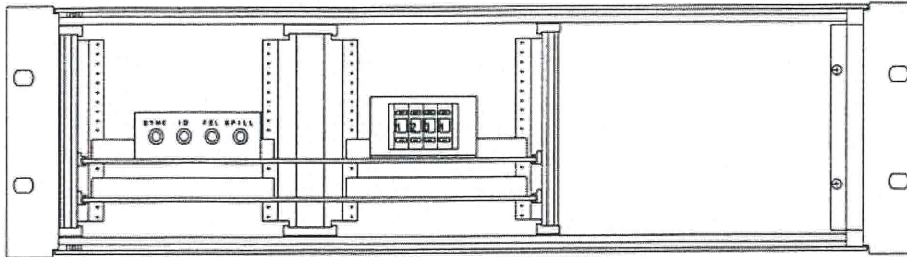

Bild 4
- **Statusindikeringar**, se bild 4
Se bild 4.